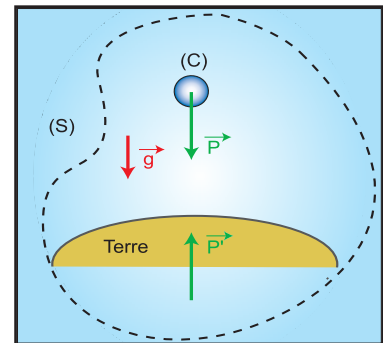

Fig .16
Le système {(C), Terre} possède de l'énergie potentielle de pesanteur en raison des interactions de gravitation entre les deux parties du système (Fig.16). Sans l'attraction terrestre sur le corps (C) cette énergie n'existerait pas. L'attraction terrestre est caractérisée en chaque lieu par le vecteur champ de pesanteur $\vec{g}$. On doit admettre donc que pour un même corps (C) placé à la même altitude, l'énergie potentielle de pesanteur du système {(C),Terre} dépend de la valeur $||\vec{g}||$ et donc du lieu où l'on se trouve à la surface de la Terre. En particulier si $||\vec{g}||$ augmente toutes choses égales par ailleurs, E_{pp} augmente et vice versa.